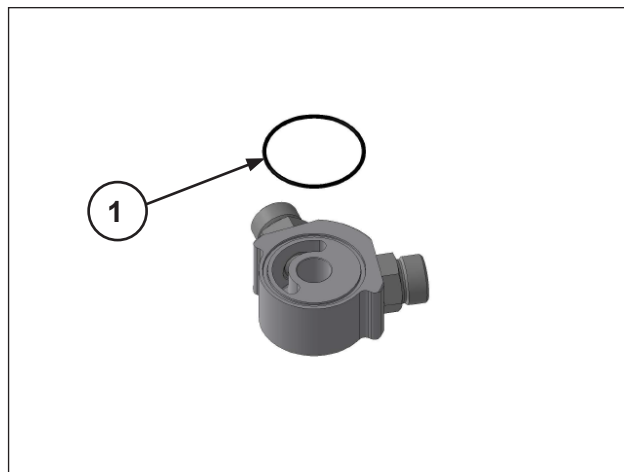

Fig. 129
Insira o O-ring no encaixe do adaptador do trocador de ar e óleo (pos. ①, Fig. 129) verificando seu correto posicionamento.